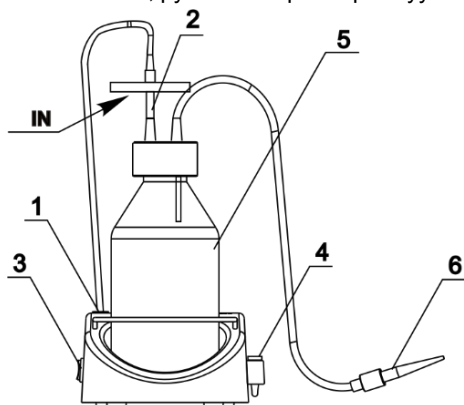
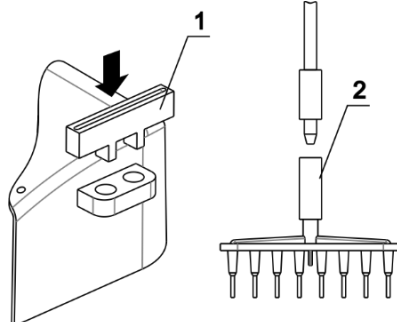

Рисунок 1. Собранный FTA-1
Рисунок 2. Установка адаптера MA-8
- Установите сосуд-ловушку (рис. 1/5) на прибор.
- Соберите крышку, трубки и фильтр (рис. 1/2). Присоедините аспирационный накопитель (рис. 1/6) к трубке.
Внимание! Установите фильтр так, чтобы маркировка **IN** была развёрнута к прибору (рис. 1/2).
- Соедините трубкой фильтр и насос (рис. 1/1) на аерзней стороне прибора, поворачивая фитинг по часовой стрелке.
- Поместите микропробирки для наконечника в держатель (рис. 1/4).
4.3.1. **Установка опционального наконечника MA-8.** Извлеките аспирационный наконечник и микропробирки из держателя (рис. 1/4) и поместите внутрь (рис. 2/1) держатель для MA-8 (рис. 2/1). Отсоедините аспирационный наконечник (рис. 1/6) от трубки и подсоедините наконечник **MA-8** (рис. 2/2). Храните аспирационный наконечник в новом держателе.
- 5.2. Установите выключатель **Power** (рис. 1/3 или 7/2), в положение **I** (включено). Насос начинает работу.
- 5.4. Для аспирации жидкости, прикоснитесь наконечником (рис. 1/6, 5/1 или **MA-8**) к поверхности жидкости.